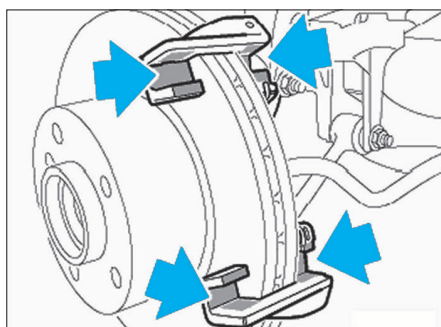

FIG. 8
- nettoyer le support d'étrier au niveau des guides et l'enduire légèrement de pâte antigrincement (Fig.8)